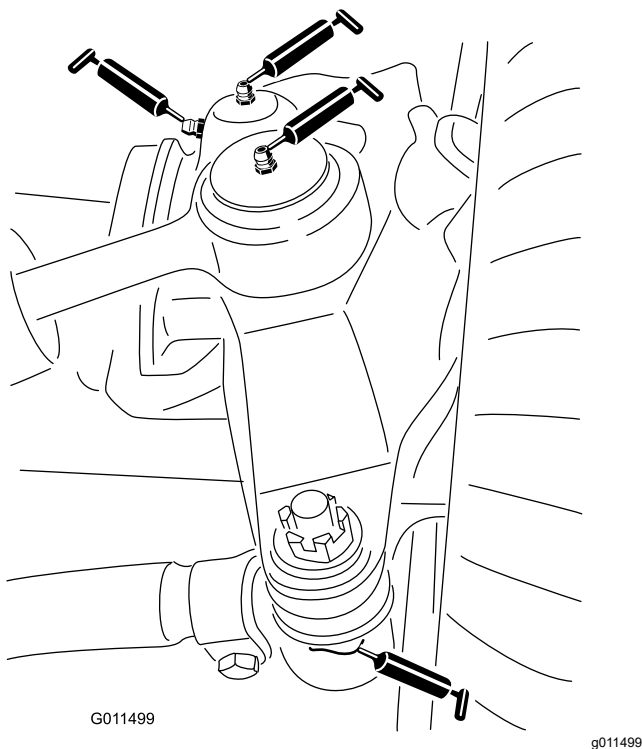

Figura 43
- Rótulas de los cilindros de dirección (2) (Figura 43)
- Rótulas de las barras de acoplamiento (2) (Figura 43)
- 2 casquillos de los pivotes de dirección (Figura 43)